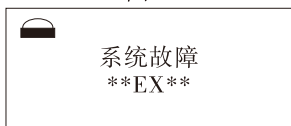

图39
- 在系统出现故障的时候, 显示图39界面, “EX”中的“X”指3~4数字。